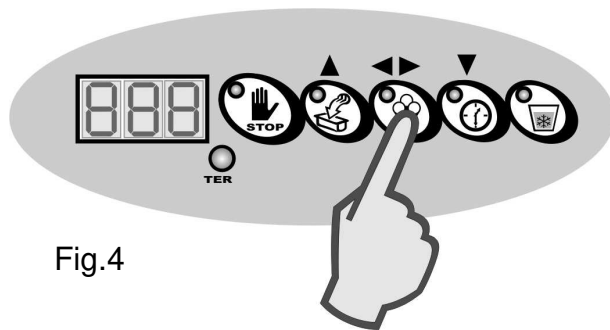

Fig.4
- Premere il tasto CONFERMA per convalidare il nuovo dato e uscire dalla programmazione. (fig. 4)